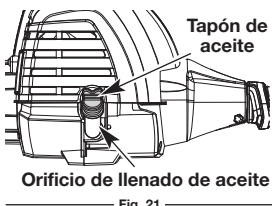

Fig. 21
4. Vierta todo el contenido de la botella de aceite en el cigüeñal (Fig. 21).